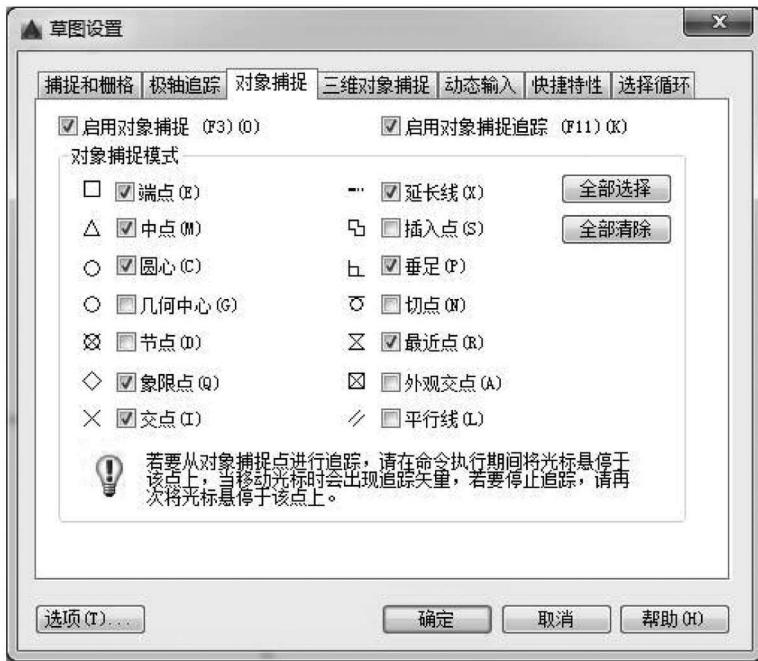

图 1-11 对象捕捉
(1) 必须预先设置需要显示的特征点。设置方法是单击对象捕捉旁边的小三角，单击需要捕捉的特征点或“对象捕捉设置”；或者在“对象捕捉”按钮上单击鼠标右键，然后选择“对象捕捉设置”选项，打开“草图设置”对话框，如图 1-11 所示。在“对象捕捉”选项卡中勾选需要的特征点，之后在绘制过程中这些点将被捕捉。